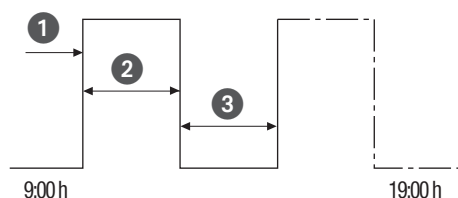

Fig. 32: Comutação por ciclo
- (Fig. 32/①) Hora de início
- (Fig. 32/②) Duração ON = Comutação ON
- (Fig. 32 ③) Duração OFF = Comutação OFF